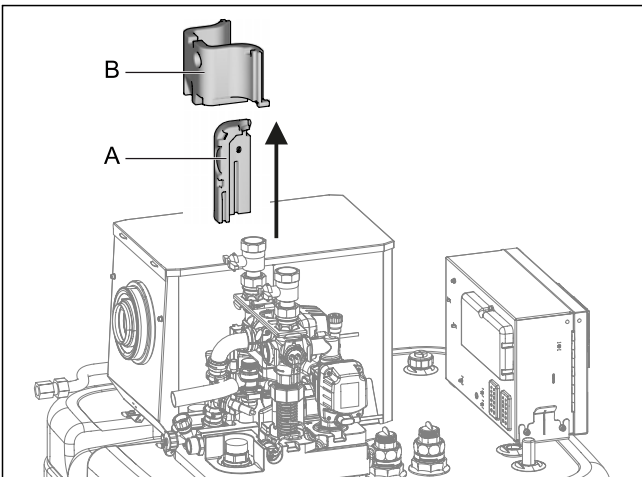

Bild 4-14 Untere Wärmedämmung abnehmen
- Seitendämmelement (Bild 4-14, Pos. A) senkrecht abziehen.
- Hinteres Dämmelement (Bild 4-14, Pos. B) senkrecht abziehen.